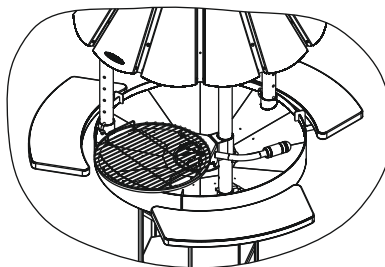

Рисунок 4
На любой из стоек предусмотрена возможность установки поворотного ухвата $\phi 380\text{ мм}$ (7). Высота установки ухвата (7) регулируется с помощью отверстий в стойке (3) и стопорного штифта. По необходимости, Потребитель может установить решетку-гриль, входящую в комплект, на ухват (7) (см. рисунок 4).